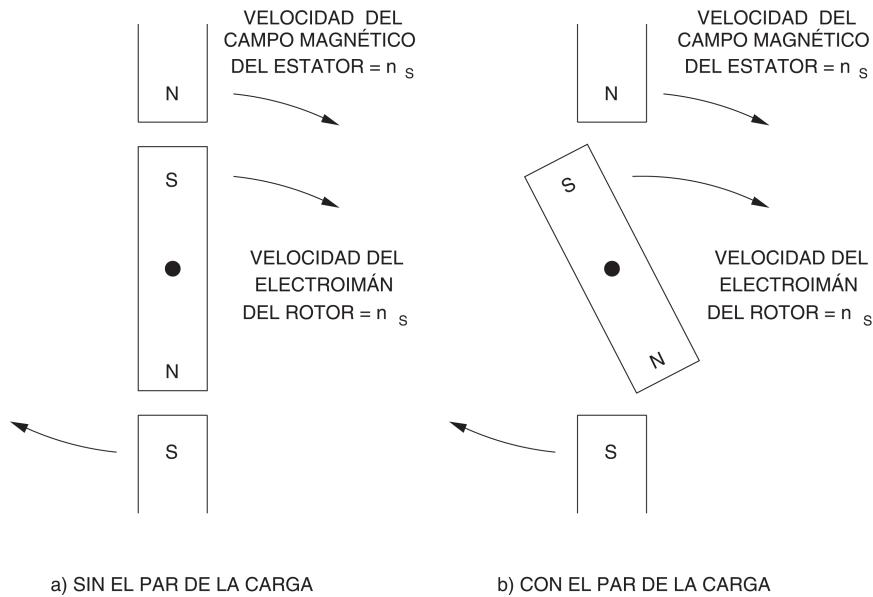

Figura 5-5. Efecto del par de la carga sobre la posición del rotor de un motor sincrónico.
Una de las características más importantes del motor sincrónico trifásico visto en el ejercicio anterior es que su velocidad de rotación es igual a aquélla del campo magnético giratorio del estator (velocidad de sincronismo n_s). Cuando el motor sincrónico funciona sin el par de la carga, el electroimán del rotor se ubica de manera que sus polos magnéticos resulten alineados con aquéllos del campo magnético giratorio, como lo muestra la Figura 5-5 (a). Sin embargo, cuando se aplica el par de la carga al motor sincrónico, el electroimán del rotor cambia de posición con respecto al campo magnético giratorio, o sea, el rotor se atrasa con relación a dicho campo, como lo ilustra la Figura 5-5 (b).
3. El motor sincrónico de la Figura 5-5 sale de sincronismo cuando el rotor se encuentra a